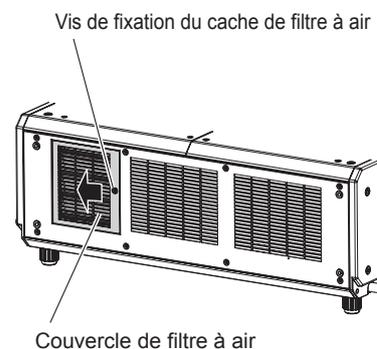

Fig. 2
- 2) **Faites glisser le couvercle de filtre à air dans le sens de la flèche pour le fermer (Fig. 2), puis vissez la vis de fixation du couvercle de filtre à air à l'aide d'un tournevis cruciforme.**